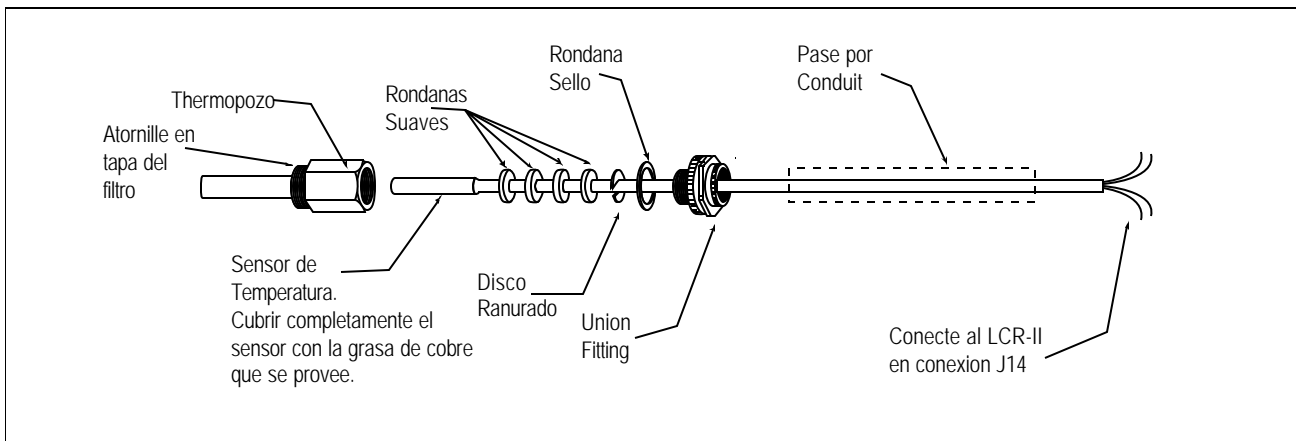

Figura 2.7 Sensor de Temperatura
- Ensamble el sensor de temperatura como se muestra en figura 2.7. Cubra completamente la punta del sensor con la grasa de cobre que se provee. Inserte el sensor en el termo-pozo, retírelo y vuelvalo a cubrir con grasa. Repita esto 2 o 3 veces para proveer una capa uniforme de grasa.